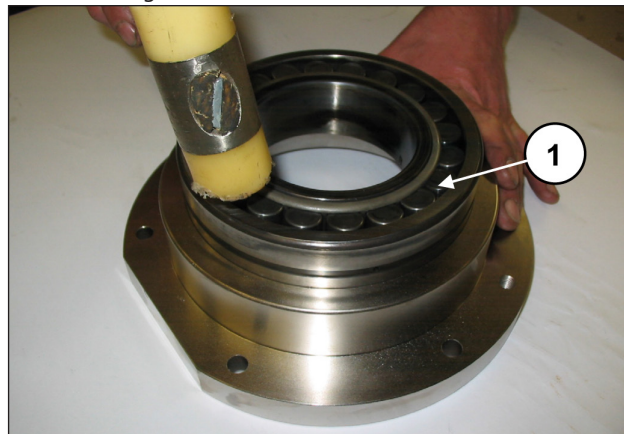
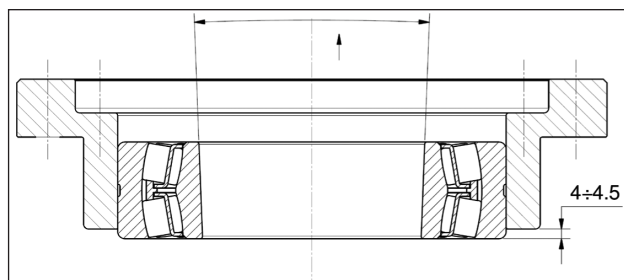

Fig. 69
Fig. 70
Pre montar las dos tapas portacojinete: insertar el cojinete utilizando una herramienta de percusión (pos. ①, Fig. 69) hasta obtener una cota de 4 - 4.5 mm como se indica en la Fig. 70.
El cojinete de la Fig. 70 posee una anilla interna cónica. Comprobar que tanto la parte interna como la externa de la anilla sean cónicas, para permitir la introducción del casquillo.